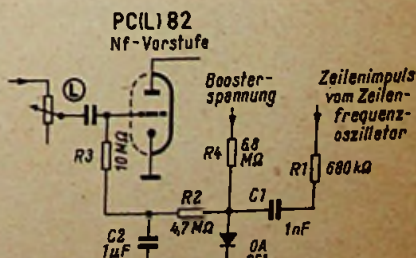

Bild 9. Schaltung zur Unterdrückung des Anheizbrumms (Tonfunk)
Bild 9 zeigt eine solche Sperrschaltung, wie sie von Tonfunk verwendet wird. Wieder einmal nimmt man, wie in modernen Empfängern häufig, den Zeilenimpuls zu Hilfe. Allerdings stammt er hier nicht aus der Zeilenendstufe, denn diese ist ja wegen der noch nicht angeheizten Boosterröhre noch inaktiv, sondern man nimmt einen gewissen Betrag der Zeilensteuerspannung aus dem Sinusoszillator ab. Er erreicht über R1 und C1 die Diode OA 281. Hier wird die Zeilenfrequenz gleichgerichtet; die entstehende Spannung reicht aus, um über R2/C2 und R3 das Gitter der Nf-Vorröhre PC(L) 82 zu sperren. Nach dem Ende der Anheizzeit der Boosterröhre PY 88 hebt die entstehende hohe Boosterspannung über R4 die negative Sperr-Vorspannung auf. R4 ist derart bemessen, daß an C2 nach der Anheizzeit keine Spannung mehr steht.